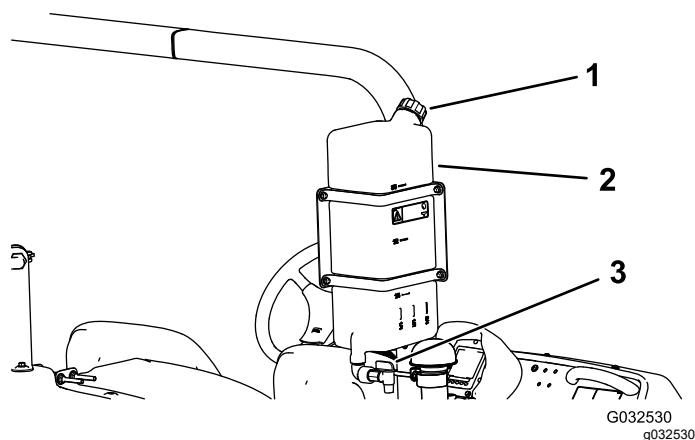

Figure 30
- Pour remplir le réservoir, dévissez le bouchon situé sur le dessus, remplissez-le d'eau douce puis remettez le bouchon en place (Figure 30).
- Pour ouvrir le robinet du réservoir d'eau douce, tournez le levier sur le robinet (Figure 30).